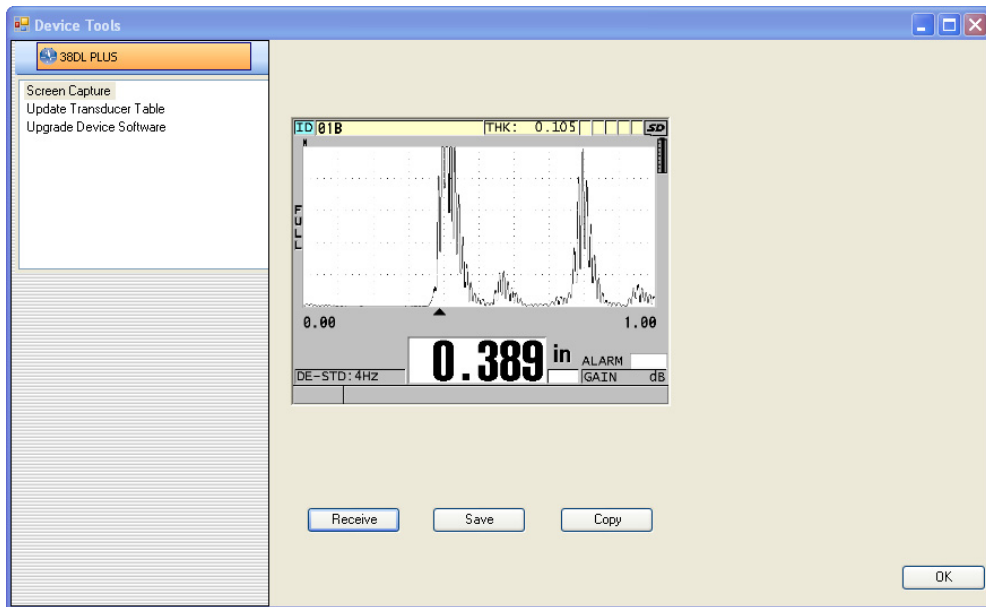

Figura 14-11 Caixa de diálogo Device Tools (Ferramentas do dispositivo) com uma captura de tela
- b) Na caixa de diálogo **Device Tools** (veja Figura 14-11 na página 292), selecione **Screen Capture**, e clique em **Receive**.